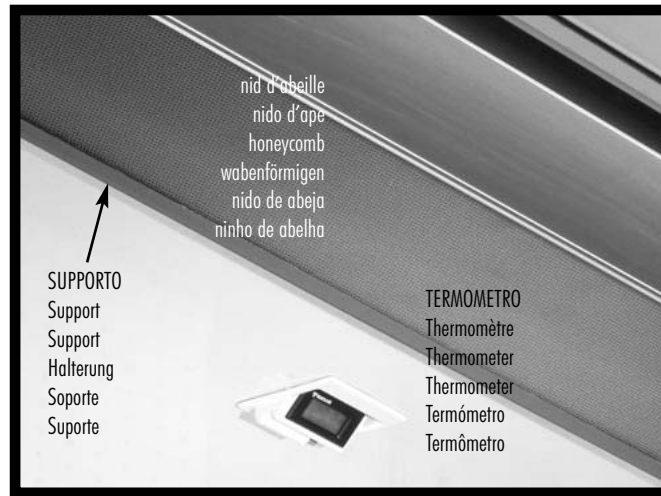

fig. 16
4) **TOUS LES SIX MOIS il faudra nettoyer les nid d'abeille** de la façon suivante (fig. 16 - pag. 7):